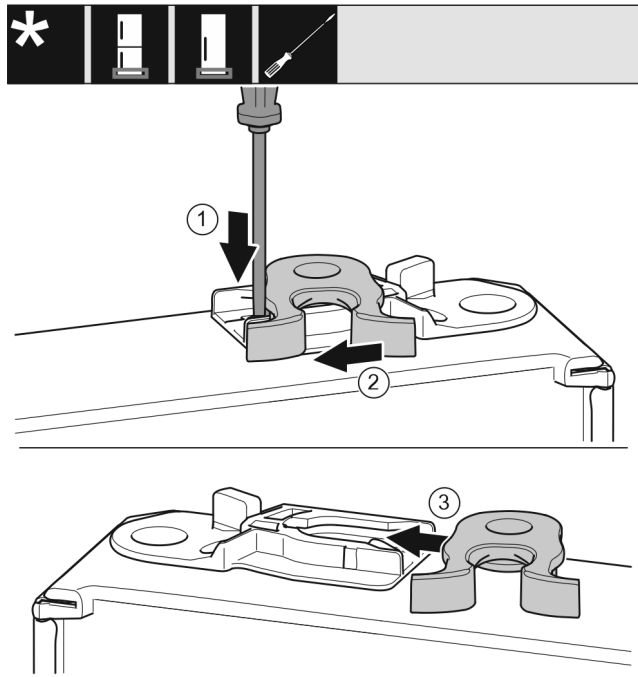

Fig. 19
- За допомогою шліцевої викрутки притисніть накладку Fig. 19 (1) униз.
- Витягніть із напрямної запірний гачок Fig. 19 (2).
- Вставте запірний гачок Fig. 19 (3) у напрямну з іншого боку.